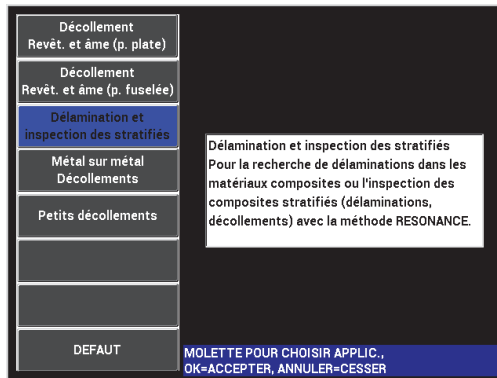

Figure 6-46 Application Délamination et inspection des stratifiés
- Sélectionnez l'application **Délamination et inspection des stratifiés**, et puis appuyez sur ✓ pour accepter (voir la Figure 6-46 à la page 169).